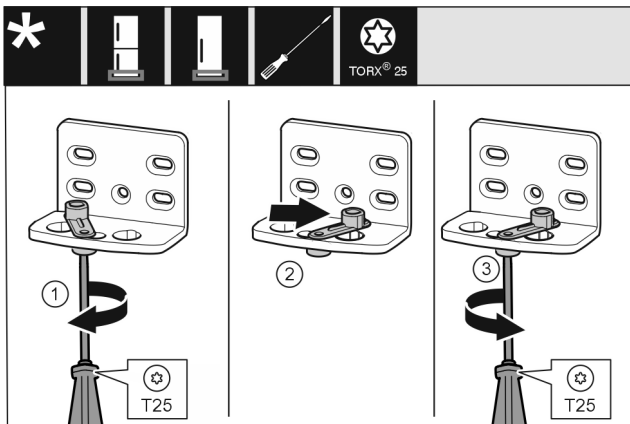

Fig. 15
- ▶ Odvijačem T25 labavo zavijte vijak. *Fig. 15 (1)*
- ▶ Podignite pomagalo za zatvaranje vrata i okrenite ga za 90° udesno u provrt. *Fig. 15 (2)*
- ▶ Odvijačem T25 čvrsto pritegnite vijak. *Fig. 15 (3)*